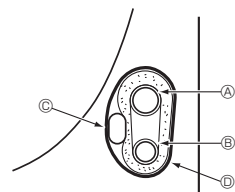

Fig. 4-5
4.4.1. Укладка в место для трубок блока (Fig. 4-5)